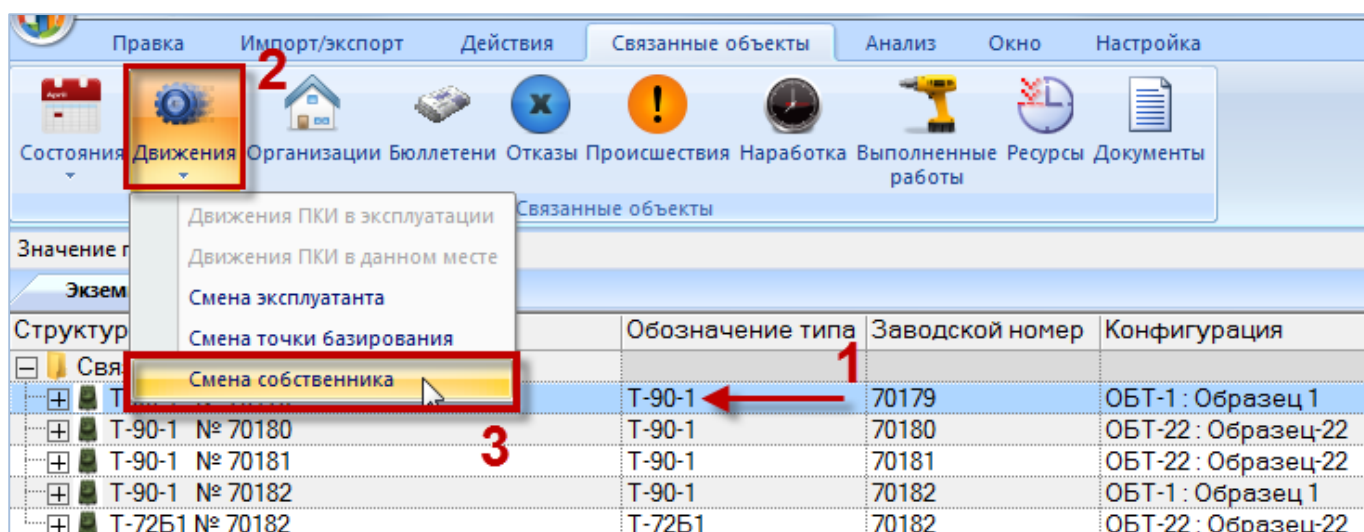

Рис. 22-6 – Открытие окна связанных объектов «Собственник»
- 2) Выделить экземпляр ФИ (1 на рис. 22-6).
- 3) Нажать кнопку «Движения» панели «Связанные объекты» и из раскрывшегося списка выбрать пункт «Смена собственника» (2 и 3 на рис. 22-6).
2) Выделить экземпляр ФИ (см. выше 1 на рис. 22-6).
3) Нажать кнопку «Движения» панели «Связанные объекты» и из раскрывшегося списка выбрать пункт «Смена собственника» (см. выше 2 и 3 на рис. 22-6).
2) Выделить экземпляр ФИ (см. выше 1 на рис. 22-6). Нажать кнопку «Движения» панели «Связанные объекты» и из раскрывшегося списка выбрать пункт «Смена собственника» (см. выше 2 и 3 на рис. 22-6).